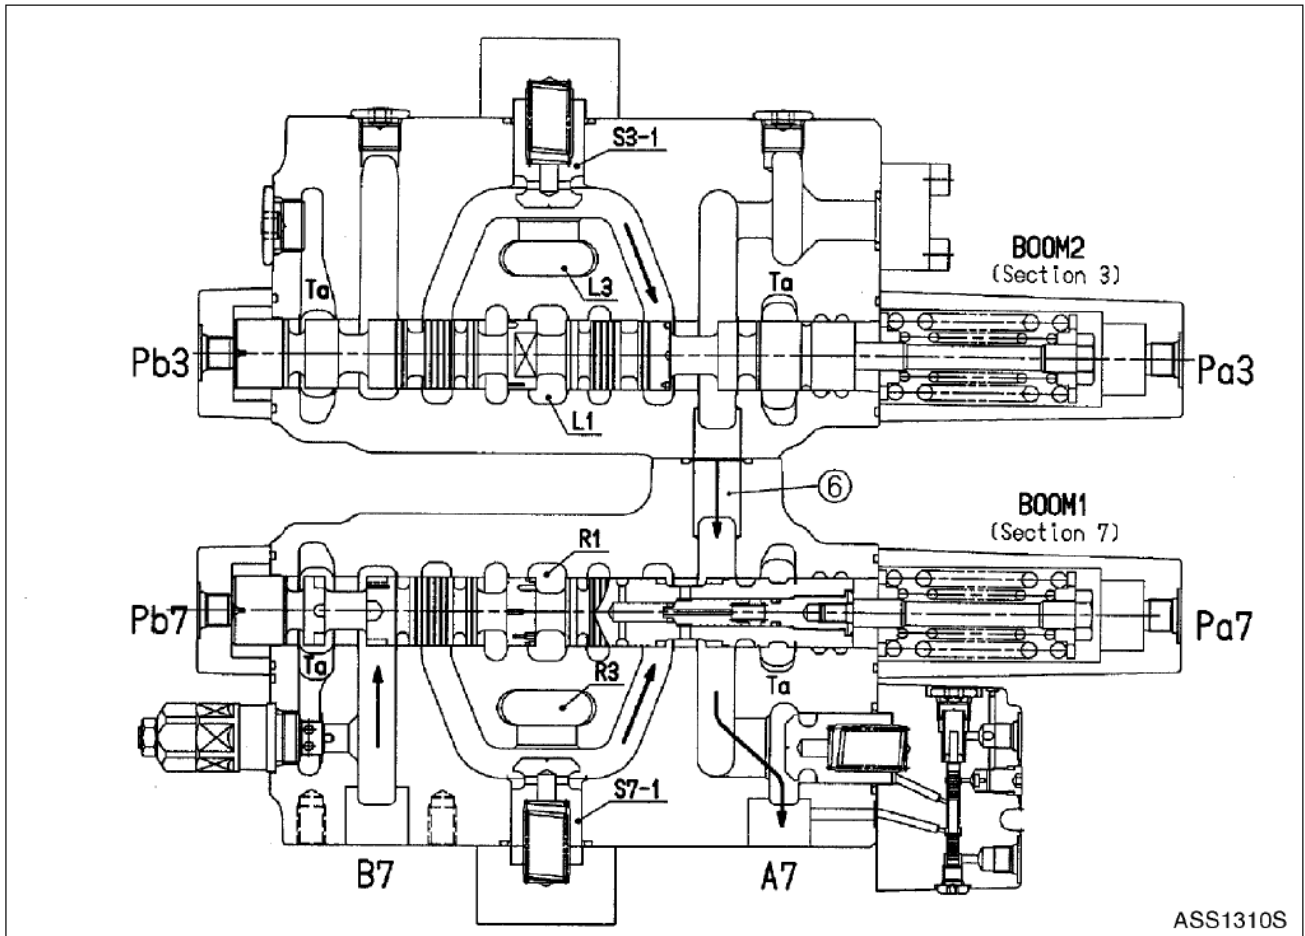

Рис. 6. Подъем стрелы
2. Подъем стрелы (2-я скорость) (рис. 6)